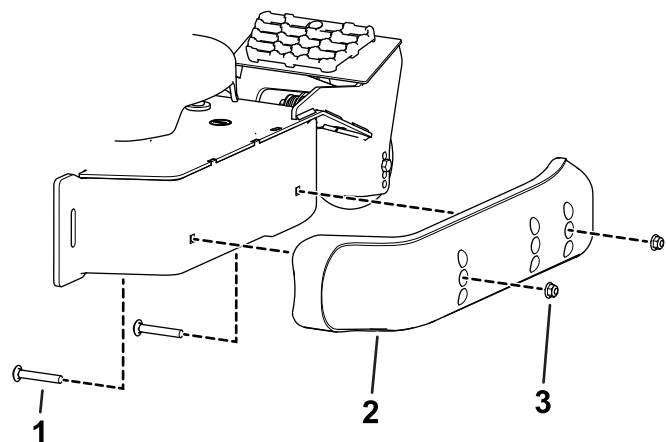

Рисунок 14
- Передвиньте полз в требуемое положение и прикрепите его к режущему блоку с помощью болтов с фланцем и гаек (Рисунок 14).